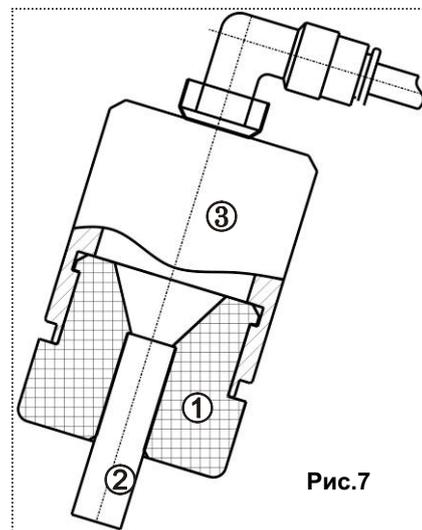

Рис.7
- **замена сопла** (рис.7) - вынуть носовую втулку (**1**), вытянуть изношенное сопло (**2**), слегка поворачивая его вокруг своей оси. Продуть сжатым воздухом носовую втулку и внутреннюю поверхность корпуса (**3**). Установить до упора новое сопло во втулку и втулку в корпус **СП**;